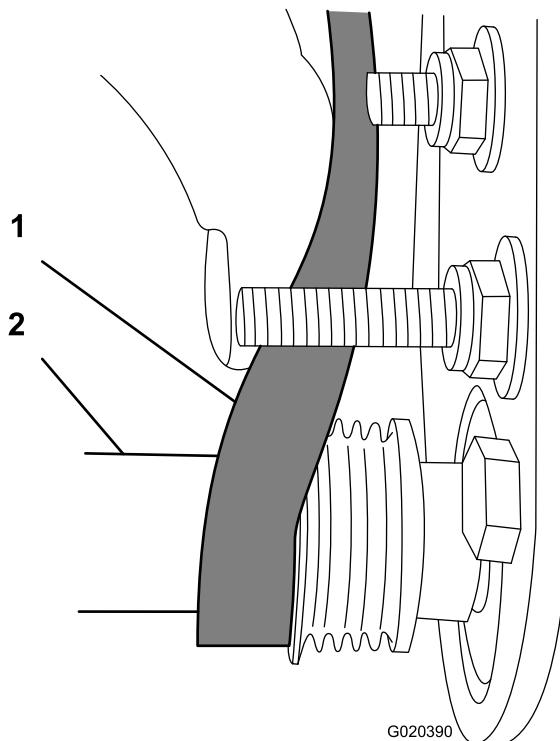

Figura 14
- Utilice una llave de vaso profundo de 9/16" para girar el conjunto del cepillo y guiar la correa sobre la polea arrastrada (Figura 14).